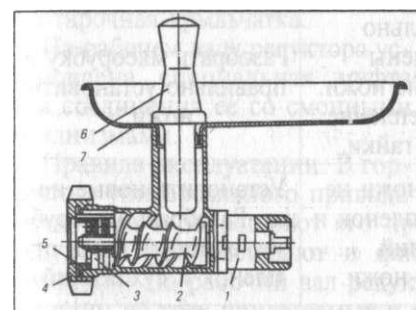

Рис. 2-4. Мясорубка МС2-70.
**Мясорубка МС2-70 (рис. 2.4).** Механизм предназначен для приготовления мясного или рыбного фаршей. Она состоит из корпуса, шнека, набора ножей и решеток, а также загрузочной тарелки с толкателем.